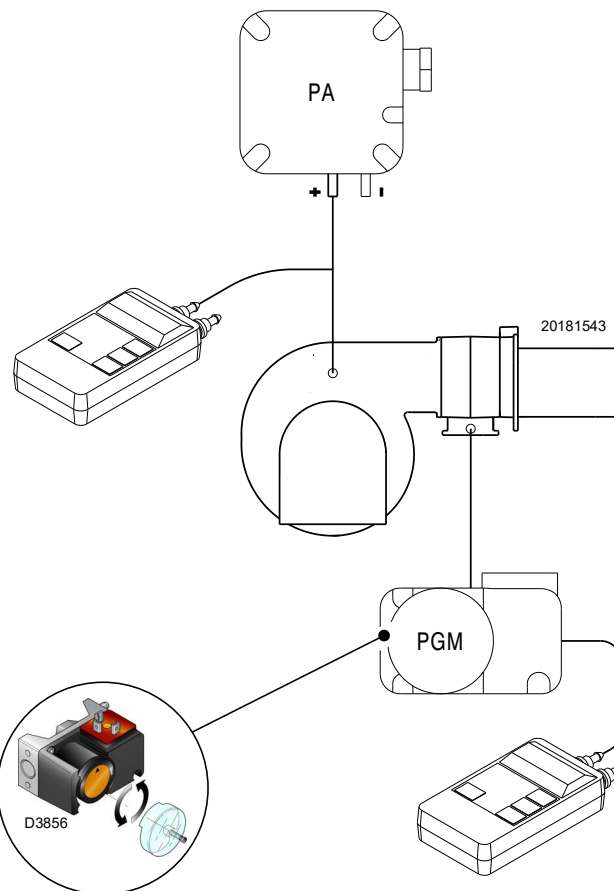

Fig. 35
- Régler le pressostat gaz seuil maximum (Fig. 35) en fin d'échelle.
Effectuer le réglage du pressostat gaz seuil maximum (Fig. 35) après avoir effectué tous les autres réglages du brûleur avec le pressostat gaz seuil maximum réglé en fin d'échelle.